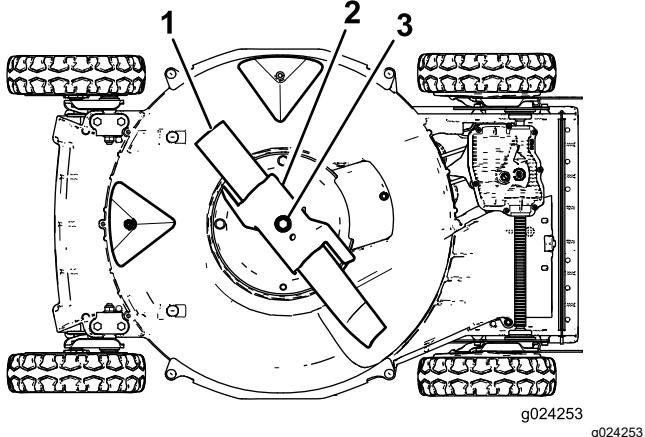

Рисунок 26
5. Переверните машину на **правую** сторону (воздухоочистителем вверх), как показано на Рисунок 26.